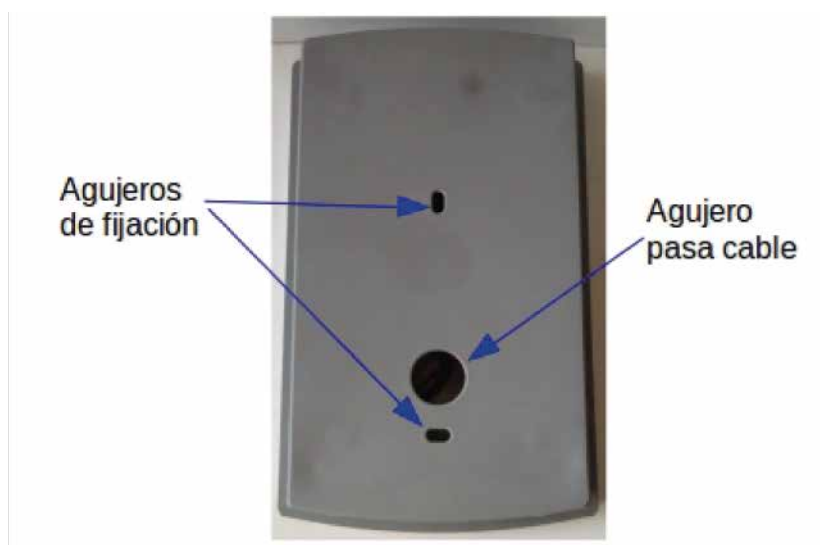

Figura 10 – Vista de tapa trasera de Portero IP
3. Utilice la tapa trasera del equipo para realizar las marcas que servirán de guía para luego efectuar los dos agujeros de fijación y el agujero para los cables (Figura 10).